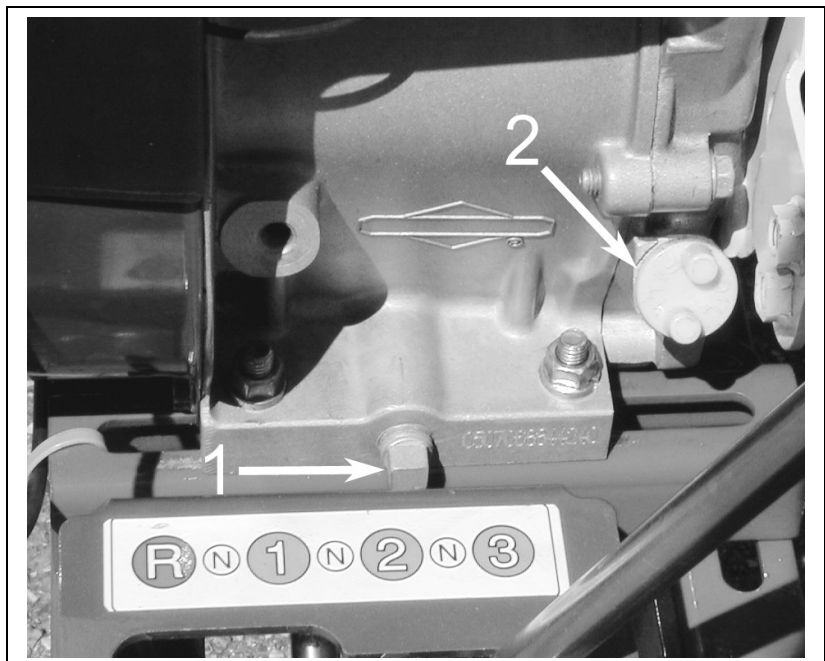

Figure 15
- **Niveau d'huile :** Placez la machine de niveau et nettoyez le pourtour du bouchon de remplissage d'huile (Figure 15, repère 2). Dévissez le bouchon de remplissage, servant aussi de jauge. L'essuyer et la revisser. La dévisser de nouveau.